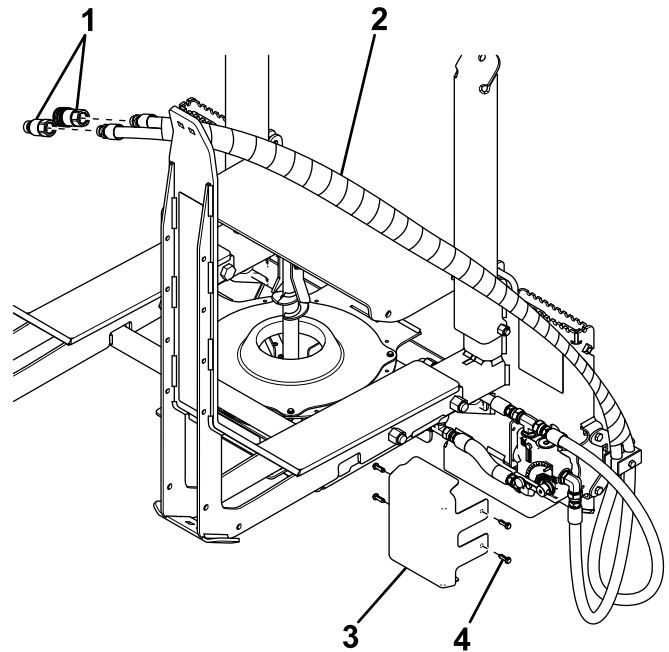

Figura 8
- Instale la tapa del control de flujo usando 4 grapas (Figura 8).
- Sujete el acoplamiento rápido macho al extremo libre de la manguera larga (Figura 8).
9. Sujete el acoplamiento rápido hembra al extremo libre de la manguera corta (Figura 8).
10. Empezando justo después de la abrazadera, envuelva las dos mangueras hidráulicas con el protector de mangueras (Figura 8).